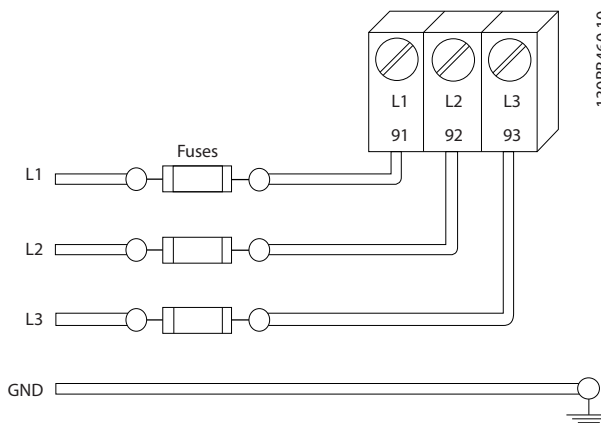

图 2.6 变频器熔断器
- 必须为所有变频器都提供短路和过电流保护。为了提供这种保护，须采用输入熔断装置，请参阅图 2.6。如果出厂时没有附带熔断器，则须由安装商作为安装的一部分而提供。请参阅 10.3 熔断器规格 中的熔断器最大额定值。